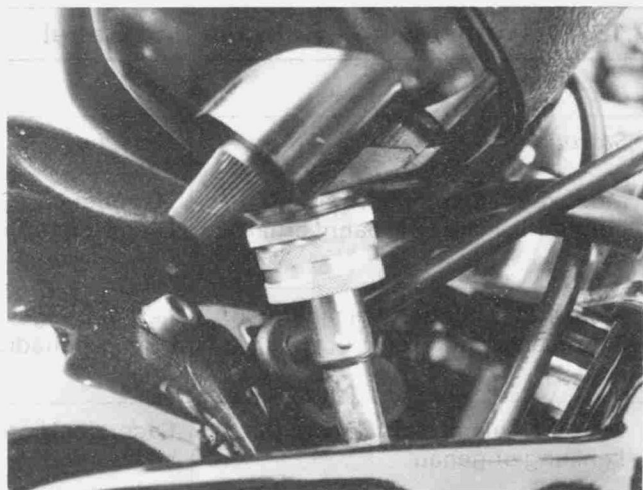

Bild 282
- Bei Baureihe 6 muss das Instrumentengehäuse zuerst abgebaut werden. Rändelmuttern abdrehen und beide Wellen abziehen. Die drei Sechskantschrauben am hinteren Teil des Gehäuses lösen und Gehäuse von der Halterung abheben. Kreuzschlitz-Schraube in der Mitte des Stopfens unter dem Gehäuse herausdrehen und Stopfen abziehen. Jetzt kann das Gehäuse vollständig abgenommen werden. Untere Abdeckung und Scheinwerfer-Halterung abnehmen. Die selbstschneidenden Schrauben des zu ersetzenden Instruments herausdrehen und Oberteil des Instruments herausheben (Bild 282).